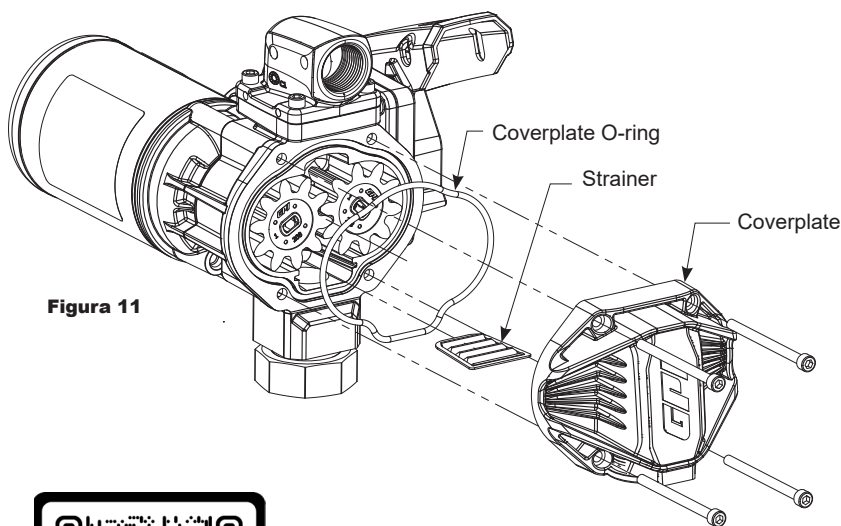

Figura 11
1. Apague la bomba y desconéctela de la corriente. Con una llave hexagonal de 5 mm, retire la placa de cubierta, la junta tórica y el filtro de entrada e inspeccione en busca de daños u obstrucciones (vea Figura 11). Limpie el filtro con un cepillo de cerdas suaves y disolvente. Si el filtro está muy sucio, se puede usar aire comprimido. Si está dañado, reemplace el filtro.